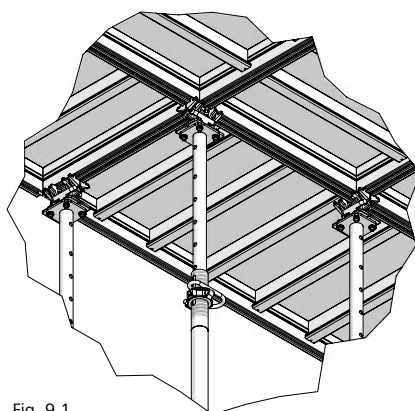

Fig. 9.1
- à l'intersection de quatre panneaux MD, ① (Fig. 9.1 et 9.2)
- au niveau des traverses dans l'angle, ③ Fig. 9.1 et 9.2)